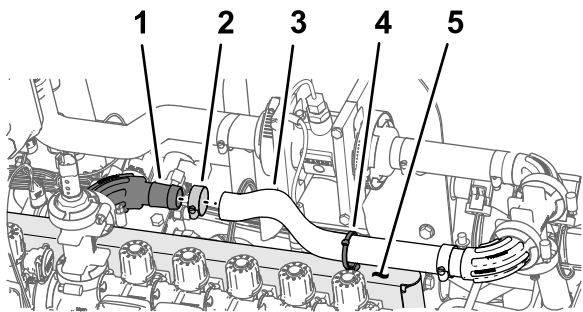

図 112
- 図 112 に示すように、ホース 1 x 16" = 40 cm を 90 度フランジフィッティングに組み付ける。
- ホースクランプを使ってホースをフランジフィッティングに固定する 図 112。
- 図 112 に示すように、ケーブルタイ押し込みファスナーをバルブマウント上部の穴に取り付ける。
- ケーブルタイ押し込みファスナー 図 112 をホース 1 x 16" = 40 cm に巻き付ける。